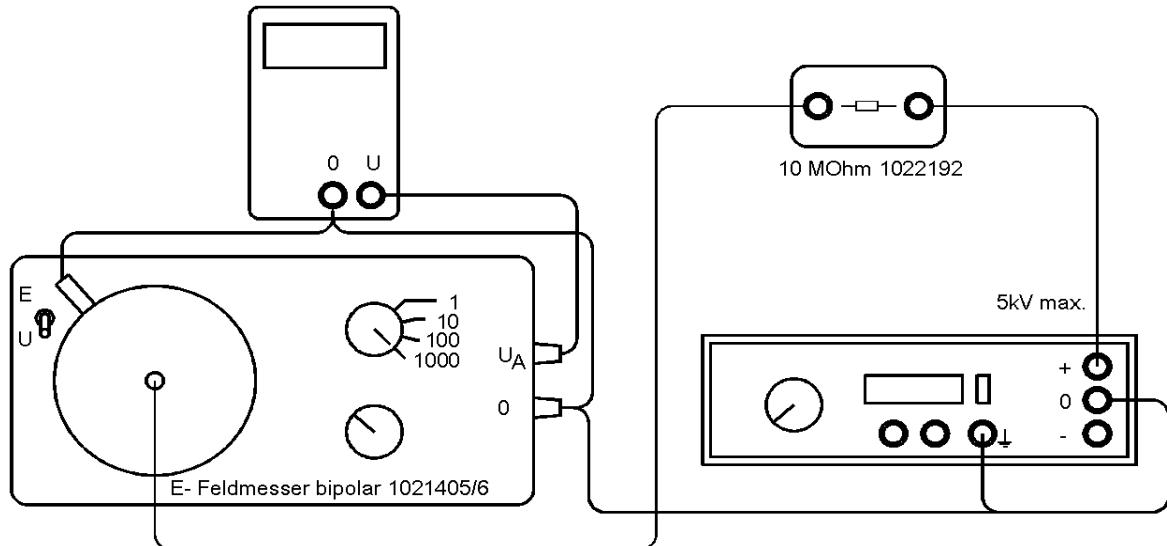

Fig. 2 : Mesureur de champ électrique comme électromètre d'influence
- Intégrer une résistance de protection de 10 Mohm (par ex. 1022192) dans l'alimentation en tension pour toutes les expériences réalisées avec des tensions supérieures à 100 V (cf. Fig. 2 et Fig. 3).
- Réaliser le montage de l'expérience avec la plaque de mesure de tension (16) conformément à la Fig. 2.
- Raccorder l'instrument d'affichage à la sortie de tension (2) et (4).
- Placer la plaque de mesure de tension (16) sur le mesureur de champ électrique (7) et serrer légèrement à l'aide de vis moletées.
- Positionner le commutateur (11) sur « (U/V) ».
- Régler le sélecteur des plages de mesure (6) à 1000.
- Tutti gli esperimenti con tensione superiore ai 100 V devono essere eseguiti previo collegamento di una resistenza di protezione da 10 MΩ (ad es. 1022192) nell'alimentazione (v. Fig. 2 e Fig. 3).